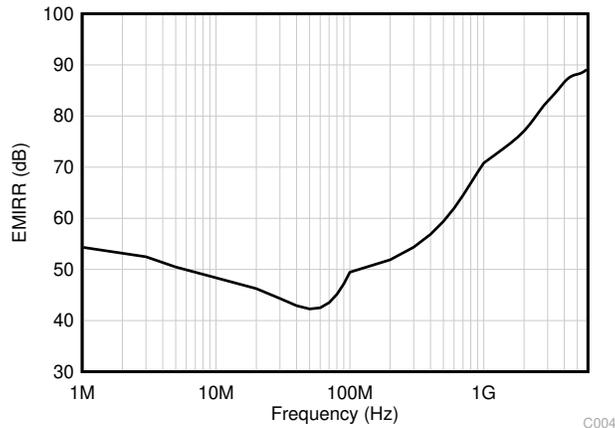

图 7-3. EMIRR 测试
TLV930x 采用集成电磁干扰 (EMI) 滤波来减少无线通信设备、混合使用模拟信号链和数字元件的高密度电路板等干扰源产生的 EMI 效应。采用电路设计技术可改进 EMI 抗扰度；TLV930x 受益于这些设计改进措施。德州仪器 (TI) 已经开发出在 10MHz 至 6GHz 宽频谱范围内准确测量和量化运算放大器抗扰度的功能。图 7-3 显示了对 TLV930x 执行该测试的结果。表 7-1 显示了在实际应用中 TLV930x 在常见特定频率下的 EMIRR IN+ 值。表 7-1 列出了可在下图所示的特定频率或其近似频率下运行的应用。运算放大器的 EMI 抑制比应用报告包含了与运算放大器相关的 EMIRR 性能主题，该报告可在 [www.ti.com](http://www.ti.com) 上下载。